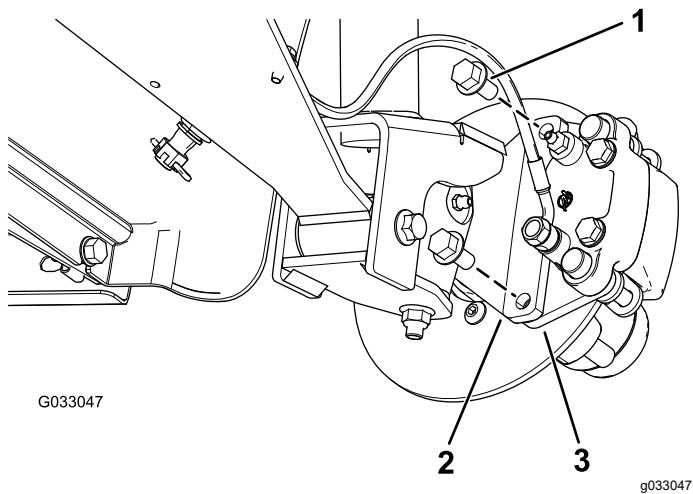
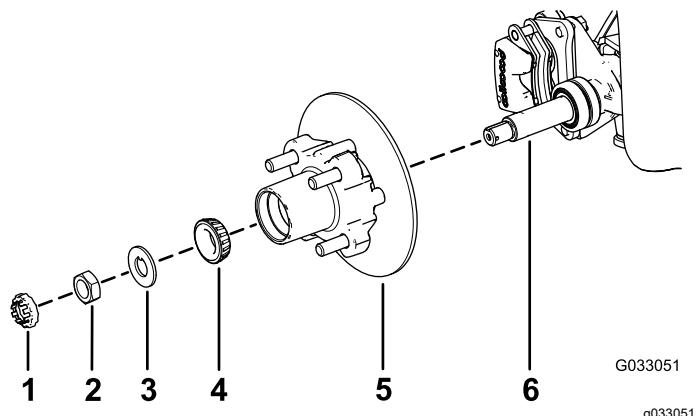

Figure 23
Figure 27
3. Retirez les boulons à embase ($\frac{3}{8} \times \frac{3}{4}$ po) qui fixent le support du frein à la fusée et séparez le frein de la fusée (Figure 23).
- Appliquez une fine couche de la graisse spécifiée sur la fusée (Figure 27).
- Montez le moyeu et le disque sur la fusée, en plaçant le disque à l'intérieur (Figure 27).
- Montez le roulement extérieur sur la fusée et poussez-le contre la bague extérieure (Figure 27).
- Placez la rondelle à languette sur la fusée (Figure 27).
- Vissez l'écrou de fusée sur la fusée et serrez-le à 15 N·m (11 pi-lb) tout en tournant le moyeu pour asseoir le roulement (Figure 27).
- Placez les plaquettes de frein de chaque côté du disque (Figure 23), puis alignez les trous du support d'étrier et les trous du support de frein sur le porte-fusée (Figure 27).
- Fixez le support d'étrier au porte-fusée (Figure 23) à l'aide des 2 boulons à embase ($\frac{3}{8} \times \frac{3}{4}$ po). Serrez les 2 boulons à embase à un couple de 47 à 54 N·m (35 à 40 pi-lb).